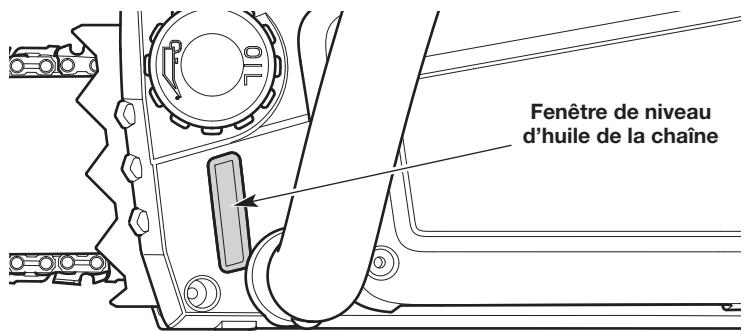

Fig. 36
1. Posez l'appareil sur une surface plane. Placez l'unité en position verticale (Fig. 36).
2. Regarder dans la fenêtre de niveau d'huile de la chaîne. Le niveau d'huile doit remplir la fenêtre au moins à mi-chemin (Fig. 36). Si le niveau d'huile est trop bas, ajouter de l'huile à guide et chaîne. Se reporter à la section *Remplissage du réservoir d'huile de la chaîne*.